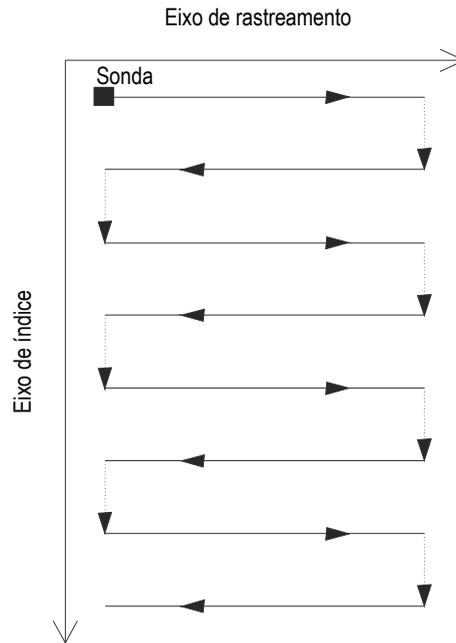

Figura 5-4 Rastreamento bidirecional de superfície
O rastreamento de superfície utiliza dois eixos: (1) o eixo de rastreamento, que é o eixo de linhas de rastreamento e, (2) o eixo de índice, que é o eixo mecânico do movimento entre as linhas de rastreamento. No final de cada rastreamento no eixo de rastreamento, um incremento é adicionado para a posição no eixo do índice. A aquisição de dados para varreduras bidirecionais é realizada nas direções para frente e para trás ao longo do eixo de varredura, conforme mostrado na Figura 5-4 na página 164.